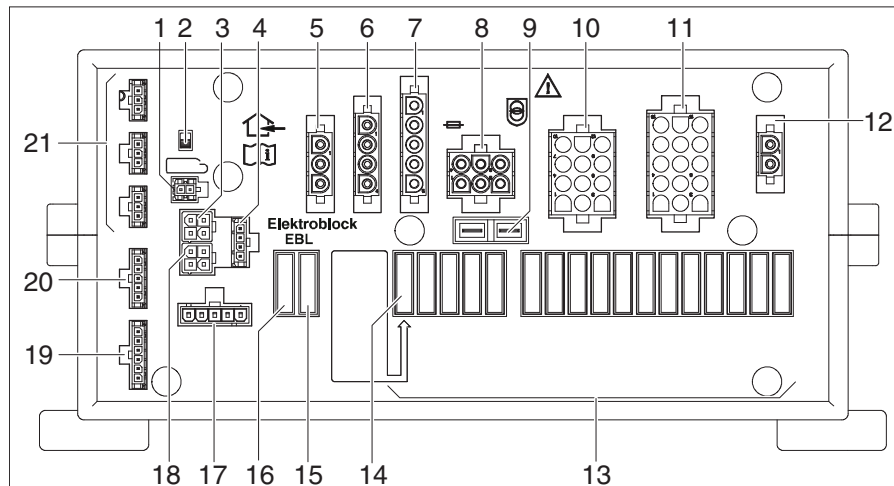

Fig. 243 Bloque eléctrico (EBL 402/403)
**Lugar de instalación** El electrobloque EBL 402/403 (Fig. 243) se encuentra en el garaje trasero en el lado derecho.
- ▷ El separador de batería (Fig. 243,2) desconecta todos los consumidores conectados al bloque eléctrico de la red de 12 V.
- Encender y apagar tres veces seguidas el separador de batería (Fig. 243,2).